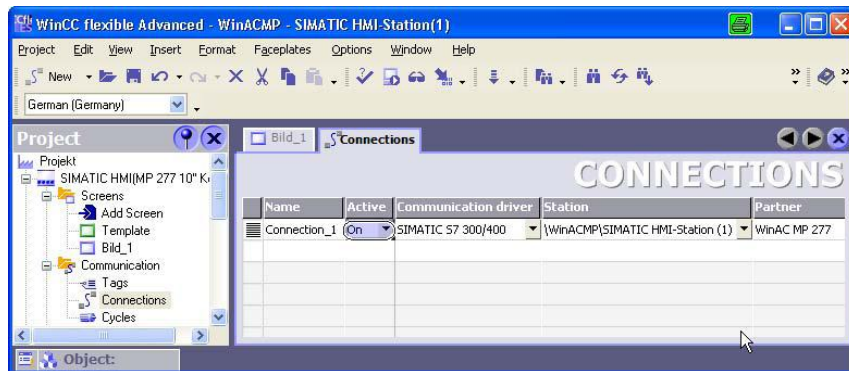

图19 在WinCC flexible RT 和 WinAC MP 之间创建本地连接
3. 将“激活” (Active) 列中的值改为“开” (On) ，如图19所示。